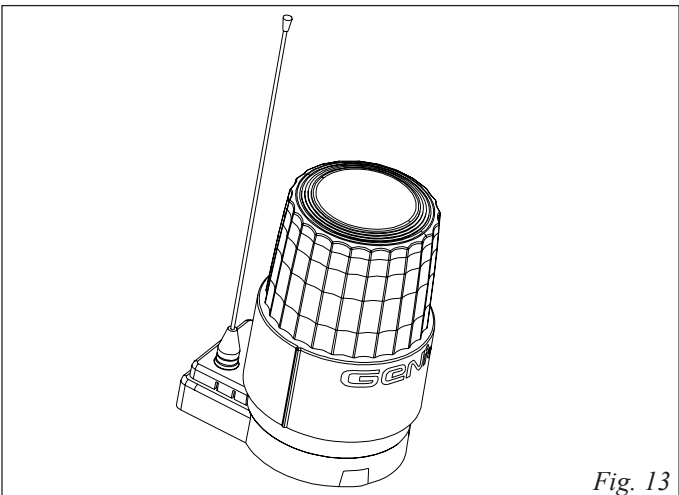

Fig. 13
- 4- Posizionare il tutto sul supporto lampeggiante come in Fig. 13.